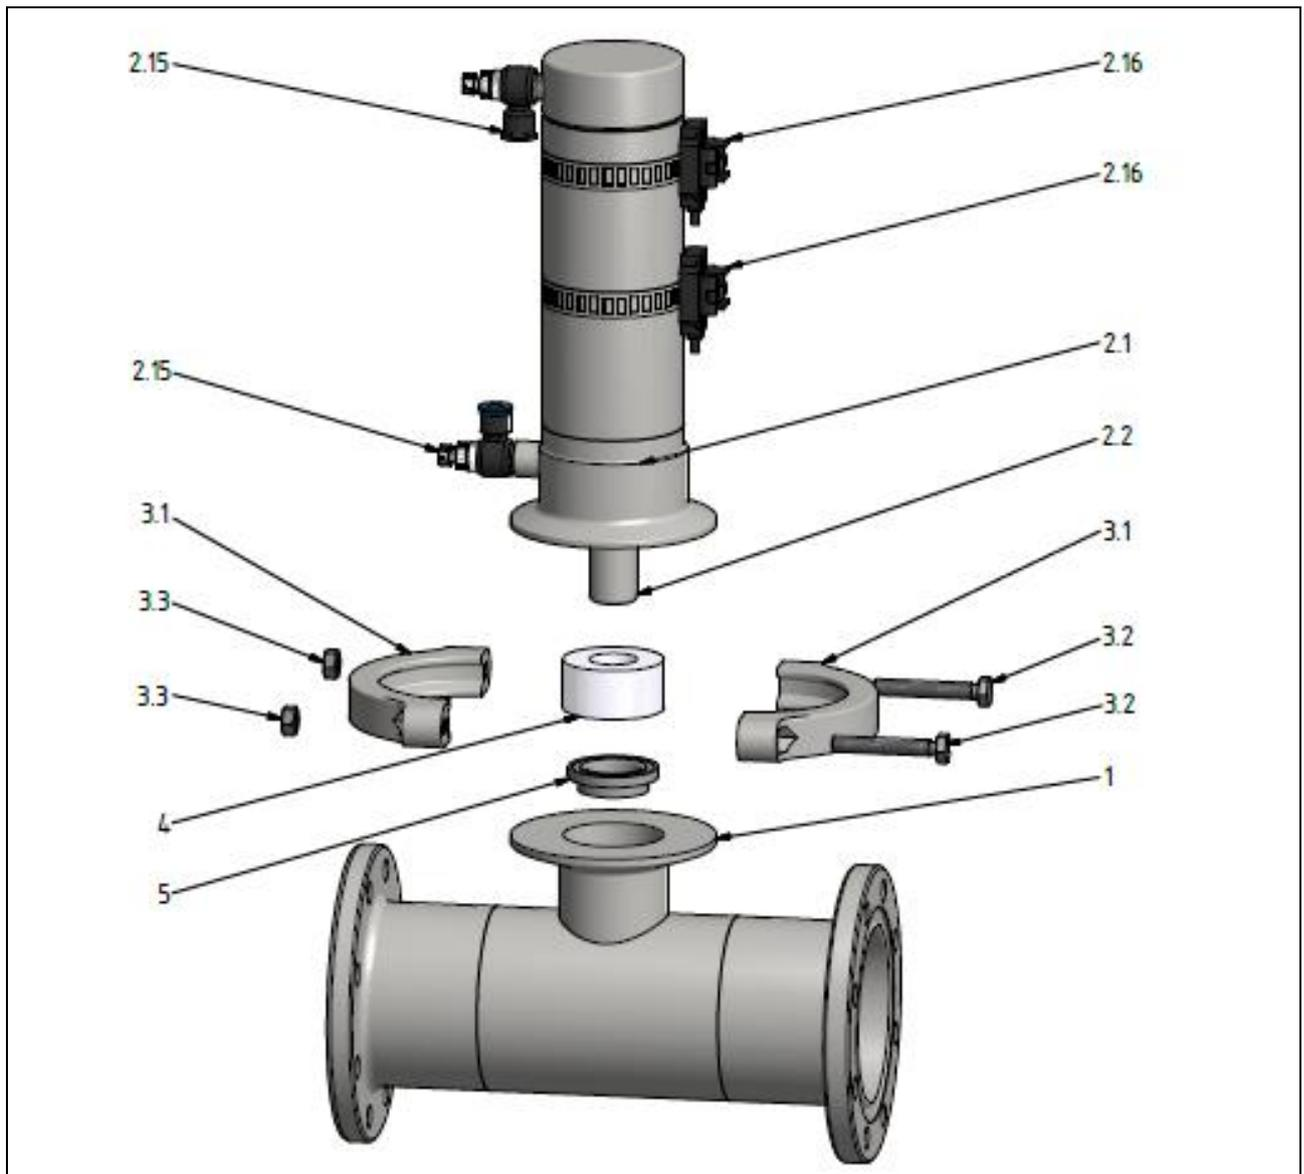

Abb. 6.1: Einsetzen und Austausch des Pneumatikzylinders
- Trennen Sie den Pneumatikzylinder von der Druckluftversorgung (Abb. 6.1, Pos. 2.15).
- Trennen Sie die elektrischen Anschlüsse von den Endlagensensoren (Abb. 6.1, Pos. 2.16).
- Lösen Sie die Schraubverbindungen und trennen Sie die Klammerhälften (Abb. 6.1, Pos. 3.1).
- Ziehen Sie den Pneumatikzylinder (Abb. 6.1, Pos. 2.1) aus dem Gehäuse (Abb. 6.1, Pos. 1).
- Tauschen Sie den Pneumatikzylinder (Abb. 6.1, Pos. 2.1) ggf. aus.
- Bringen Sie die Kolbenstange (Abb. 6.1, Pos. 2.2) in die obere Endlage.
- Setzen Sie den Pneumatikzylinder (Abb. 6.1, Pos. 2.1) auf das Gehäuse (Abb. 6.1, Pos. 1) auf.
- Führen Sie den Blockierdorn durch das Gleitlager (Abb. 6.1, Pos. 4).